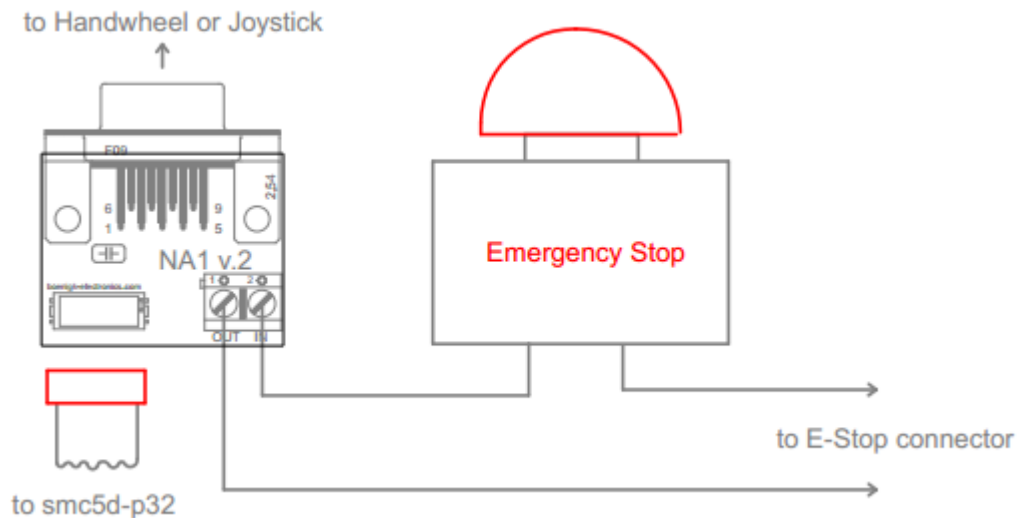

Abbildung 3: NA1 Schaltplan
**Damit die Elektronik von der Stromversorgung getrennt werden kann, müssen die Anschlüsse an NA1 vorhanden sein (siehe unten die Abbildung 3).**